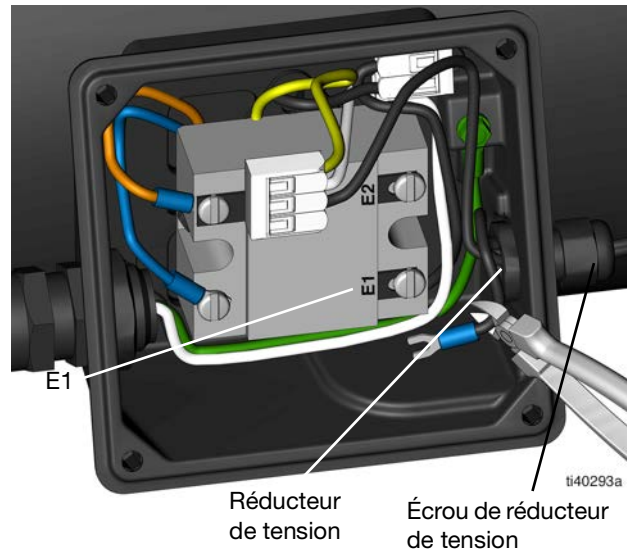

FIG. 11
8. Utilisez un tournevis pour dégager le fil du pressostat de E1. Débranchez l'autre fil du pressostat du connecteur contenant les câbles jaune et blanc (FIG. 11).
9. Coupez le fil du pressostat (FIG. 11) avec le connecteur de la fourche.
10. Desserrez l'écrou du réducteur de tension (FIG. 11).
11. Tirez le fil du pressostat hors de la boîte à bornes en le faisant passer par le réducteur de tension (FIG. 11).